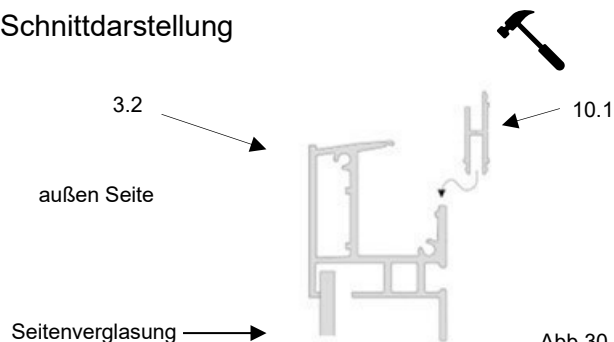

Abb.30
- die H-Schiene (10.1) in das Traufprofil (3.2) einsetzen, ggf. leicht mit einem Gummihammer nacharbeiten! (Abb.30)